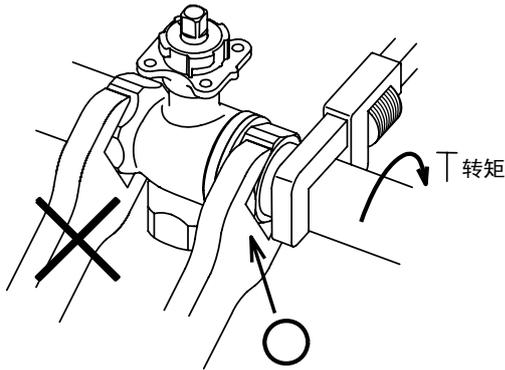

图2 安装到配管上
- 4) 安装到配管时，用扳手夹住旋上配管一侧的阀体，旋上配管（见图2）。这时，请勿过度旋入。管的推荐转矩见表1。